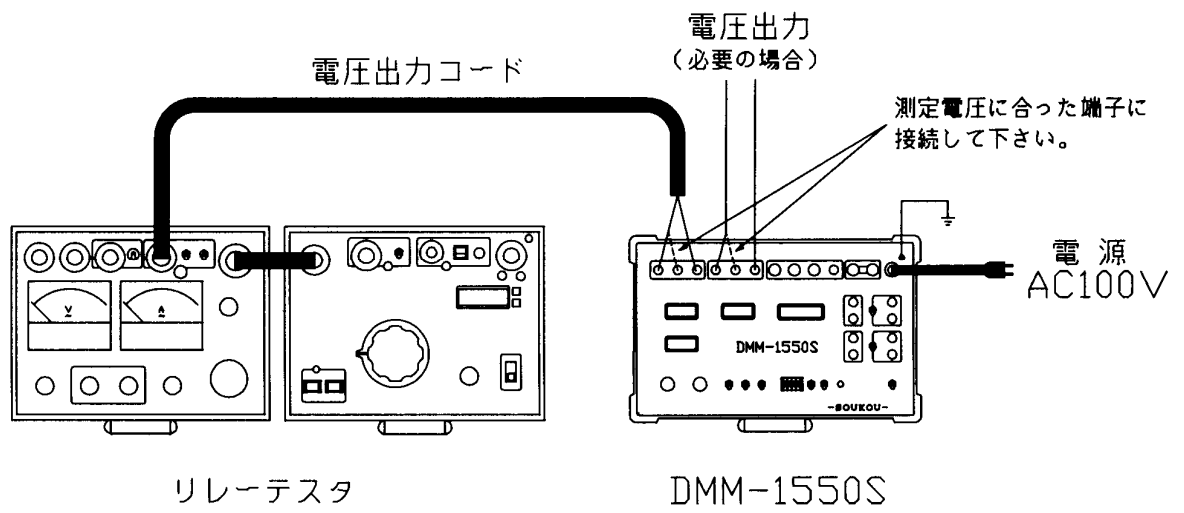

図5：周波数の測定
4. 電圧入力端子に電圧要素のコードを接続して下さい。（図5参照）